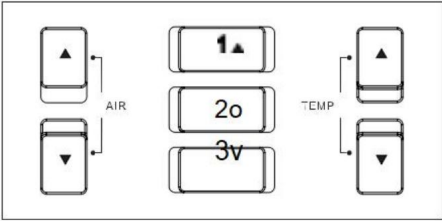

FIG. 1-6
1. Recuperación de temperatura de acceso directo: puede recuperar rápidamente la temperatura preestablecida y el soplado se restablece en el botón "1"/"2"/"3" presionando el botón "1"/"2"/"3" (FIG. 1-6).